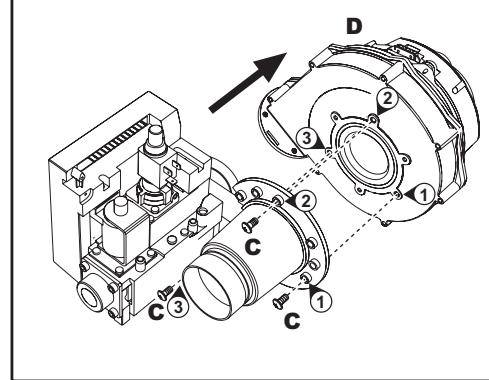

рис. 32 - Модель ENERGY TOP W 125
6. Открутите винты "C" и отсоедините вентилятор "D" (рис. 32 - только на модели ENERGY TOP W 125)